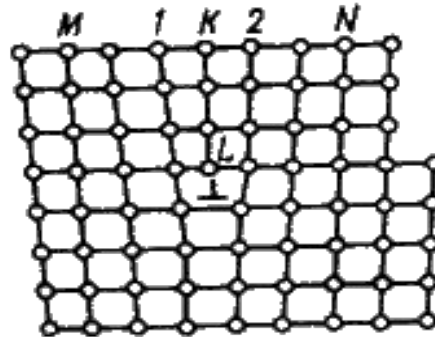

Рис.2.3 Искажения в кристаллической решетки при наличии краевой дислокации
- Вдоль края экстраплоскости искажения простираются через весь кристалл и \approx очень велики (тысячи периодов решетки) (рис. 2.3).